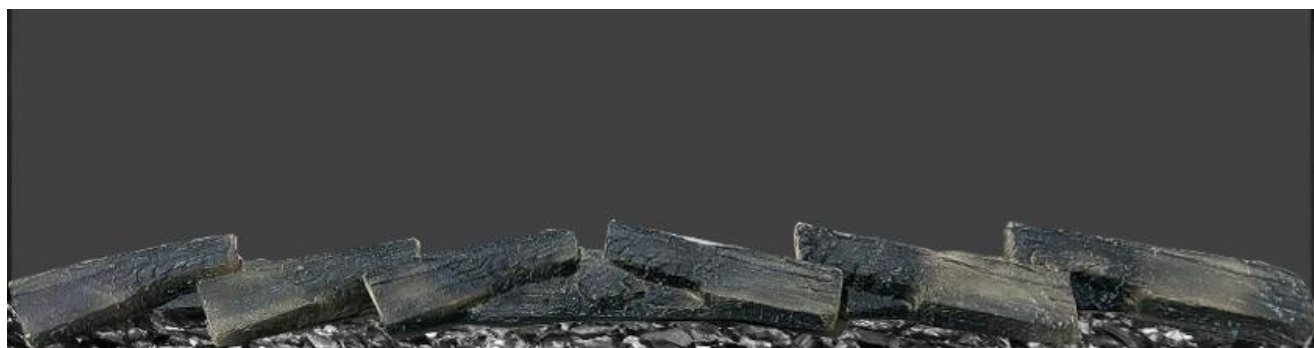

Fig.4-2 (FOR EFS1300)
- C. Coloque cuidadosamente os combustíveis de cristal fumado e de vermiculite no tabuleiro inferior em redor do conjunto de troncos, conforme ilustrado. Aplique uma camada uniforme de um lado ao outro. Fig. 4-2
Coloque cuidadosamente os combustíveis de cristal fumado e vermiculite nas aberturas em redor do conjunto de troncos **Fig.4-2**